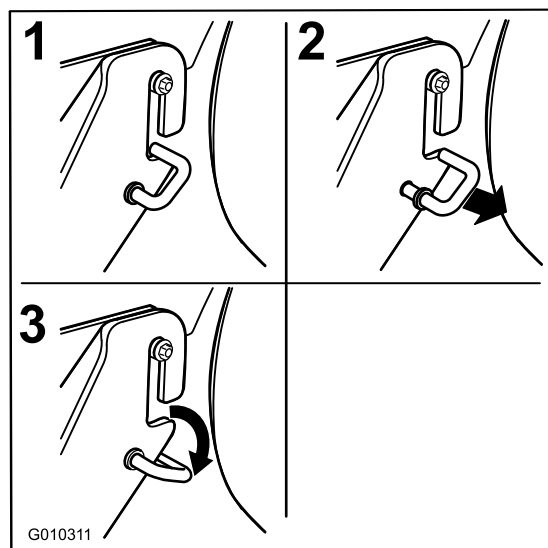

Figure 65
6. Décrochez les crochets en J à ressort de la fente des supports des pattes de fixation arrière de chaque côté du tablier (Figure 65).